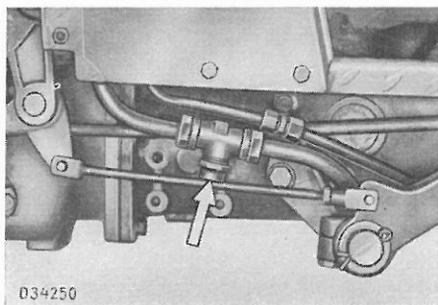
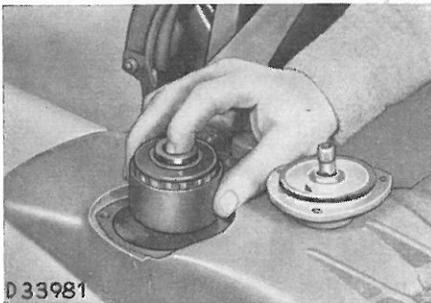

fig. 187 Tuyère de vidangé d'huile
fig. 188 Enlever le filtre à huile hydraulique
Dévisser le bouchon (fig. 187) du raccord en T de la tuyauterie d'aspiration. Faire couler l'huile dans un récipient propre. Dévisser la jauge (2, fig. 187 c) et la remplacer par la vis de raccord (1, fig. 187 a) avec joint (2) faisant partie de l'outillage du tracteur. Raccorder le tuyau de la vis de raccord à une pompe à air ou à un dispositif d'air comprimé. **Arrêter le moteur**, faire sortir l'huile du réservoir hydraulique à une pression modérée (env. 0,5 kg/cm²). **Ne jamais** employer le gonfleur prise de force. (Si le moteur tourne, la pompe à haute pression tournerait à sec dès que l'huile serait vidangée, ce qui détériorerait la pompe).
fig. 187 a Raccordement du tuyau à air comprimé
Faire couler l'huile toujours par le filtre d'huile, **avec l'élément filtrant monté**. Comme l'huile coule très lentement à travers l'élément filtrant, il est recommandé d'employer un réservoir auxiliaire (fig. 187 b), doté d'un raccord convenable.
fig. 187 b Réservoir auxiliaire de remplissage
fig. 187 c
a) **Arrêter le moteur**, démonter les vis hexagonales (4, fig. 187 c) et enlever le filtre (fig. 188).